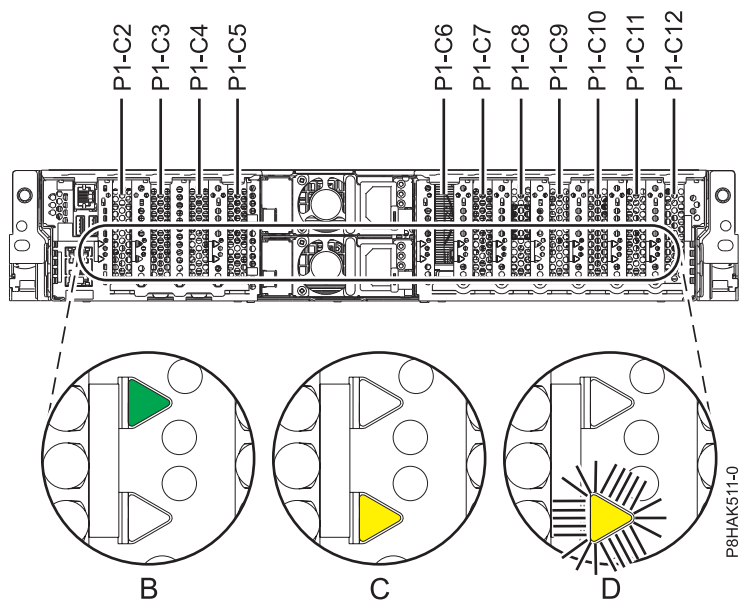

Figura 14. Ubicación de la ranura del adaptador PCIe y de los LED en el sistema 5148-21L, 5148-22L, 8247-21L, 8247-22L, 8284-21A o 8284-22A
Si está prestando servicio técnico para un adaptador PCIe anómalo, busque el LED ámbar parpadeante del adaptador PCIe anómalo para identificarlo. Consulte la Figura 14 en la página 25 que muestra el estado de los indicadores LED. Tenga en cuenta que el LED ámbar del adaptador PCIe anómalo está **parpadeando**, como se muestra en (D) en la Figura 14 en la página 25.
Atención: Si el adaptador PCIe está funcionando correctamente, el LED de actividad está **encendido** (verde) y el LED de error ámbar está **apagado**, como se muestra en (B) en la Figura 14 en la página 25. No intente extraer el adaptador PCIe en funcionamiento.